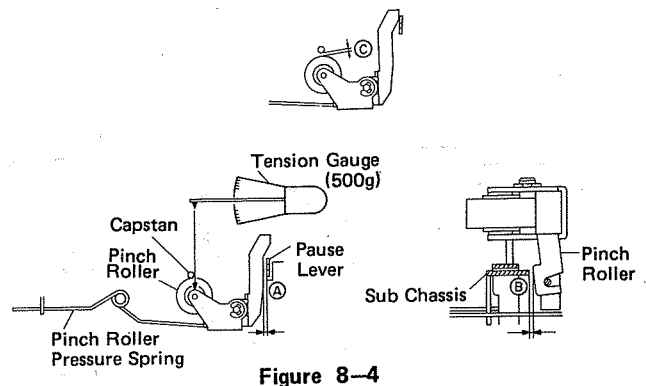

Figure 8-4
2. Push the pinch roller, at the point shown in Figure 8-4, by using a tension gauge (500 g) so that it will come off the capstan. Then, slowly release the tension until the pinch roller hits the capstan again (i.e., the pinch roller is about to rotate again). Check, then, the tension gauge is reading 270 g to 370 g.
2. Die Federwaage (500 gr.) gegen den in der Abbildung 8-4 angezeigten Punkt drücken, um die Druckrolle von der Tonwelle zu trennen. Dann die Druckkraft der Federwaage allmählich verringern, bis die Andruckrolle wieder die Tonwelle berühren kann und sich erneut zu drehen beginnt. Die Federwaage muß zum Zeitpunkt dieser Berührung einen Wert von 270 bis 370 gr. anzeigen.
2. Pousser le galet pinceur sur le point montré à la Figure 8-4 à l'aide d'un tensiomètre (500 grs.) de façon à ce qu'il soit dégagé du cabestan. Puis, relâcher lentement la tension jusqu'à ce que le galet pinceur touche à nouveau le cabestan (c.-à-d., le galet pinceur va retourner vers sa position d'origine.). Vérifier alors que le tensiomètre marque 270 grs. à 370 grs.